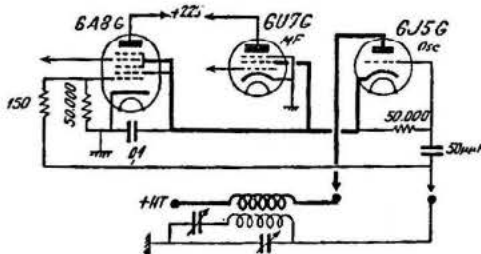

Fig. 1. — Nouveau montage d'alimentation d'écran.
a) Un nouveau montage d'alimentation d'écran (fig. 1).